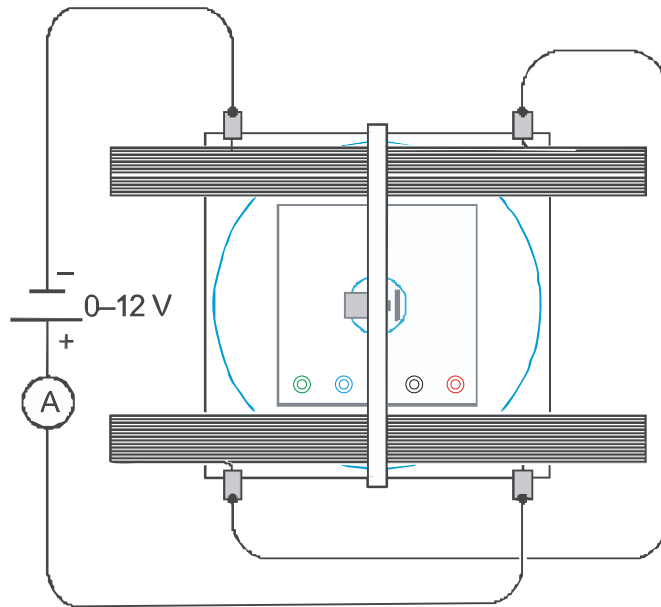

Fig. 2 Collegamento elettrico della coppia di bobine di Helmholtz
- Collegare le bobine in serie all'alimentatore CC 20 V U33020, come indicato nella fig. 2, in modo che la corrente attraversi entrambe le bobine nella stessa direzione.